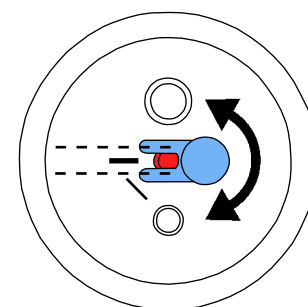

Fig. 12
- No caso de reservatórios de jateamento de 25 - 70 µm, o bocal doseador tem que ser alinhado (Fig. 12)!